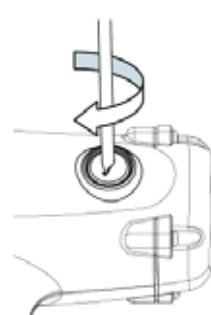

Fig. 6
- Lås kulstofbørstens panel ved at dreje med uret ved hjælp af en bit med lige kærv (Fig. 6).